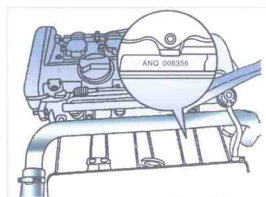

图1 发动机代码和序列号位置 (1.8L)
1.8L发动机号 (由代码及序列号组成) 标在缸体左侧，见图1。另外，在发动机汽缸盖罩上有一个不干胶标签，上面也有发动机号。汽车数据牌上，也有发动机代码。发动机吊耳上也打有发动机代码 (拆下发动机盖罩后可看见)。